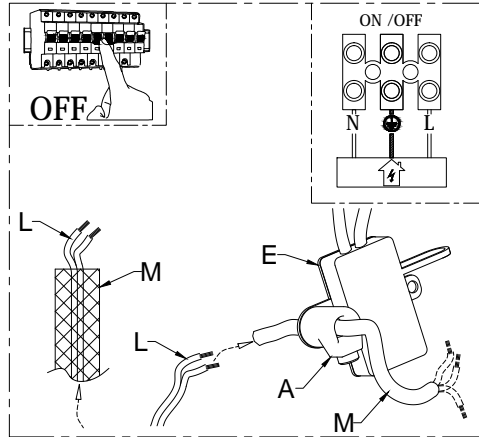

Fig. 1
- Inserire il cavo di alimentazione (L) all'interno della camicia in gomma di protezione (M), infilare nel bloccacavo (A) (Fig.1).
- Effettuare i collegamenti all'interno della scatola (E) rispettando le polarità, richiudere la scatola e bloccare il cavo di rete avvitando il grano del bloccacavo (A) (Fig.1).
- Insert the supply wires (L) inside the shirt rubber protection (M) insert the cable clamp (A) (Fig.1).
- Connect the supply wires on the box of connections (E) by checking the polarity and close the box, then fix the supply wires by screwing the cable clamp grub (A) (Fig.1).